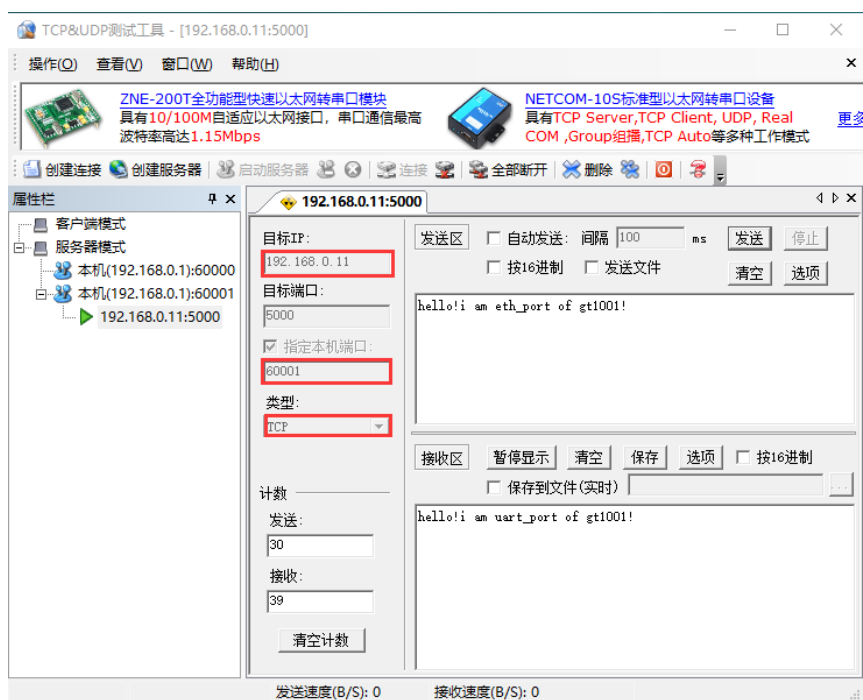

图 6-15 多个电脑端服务器设置界面
(6) 该模式下，可将多个模块连接在同一台电脑服务器上，同时实现与多台串口设备的通信，如图 6-9 所示。此时采用如 6-13 所示的设置方法增加相应的服务器即可，如图 6-15 所示。